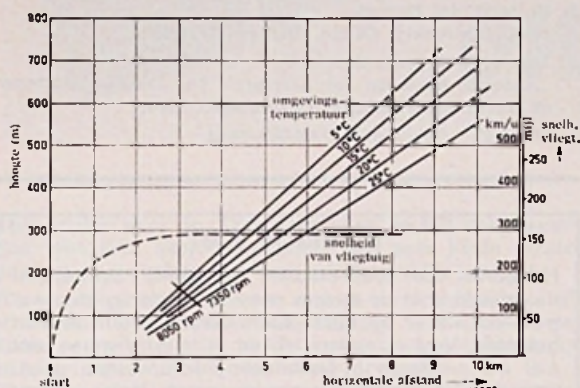

Fig. 3 - De invloed van de luchttemperatuur op het stijgvormogen van een straalvliegtuig (caravelle, startgewicht: 42 t; wind: 0 kt) ( $q$ ).
- de luchttemperatuur; het stijgvormogen neemt af bij hogere temperatuur van de omgevende lucht (fig. 3).